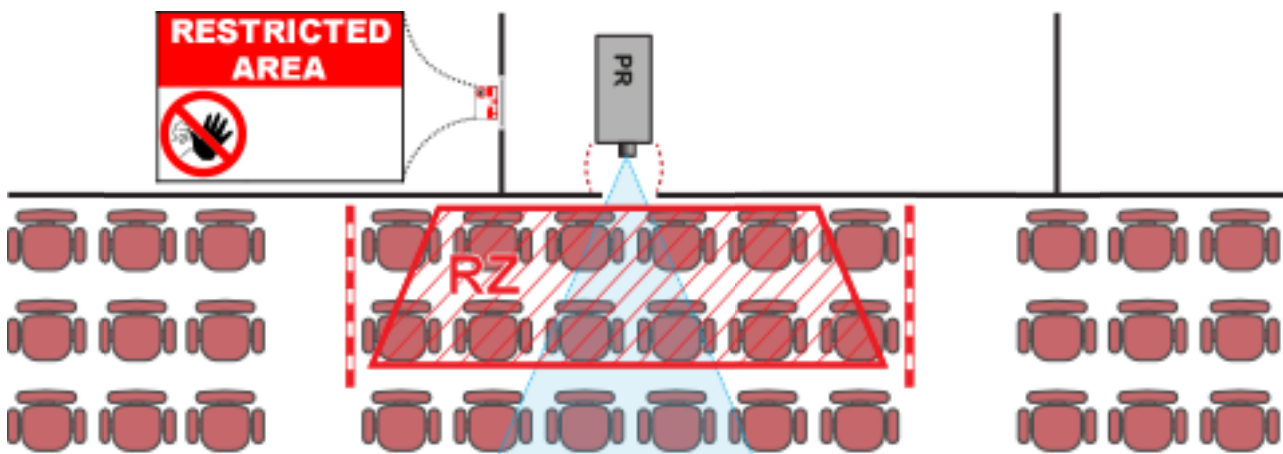

Abbildung 1-2
Abbildung 1-2 zeigt eine typische Einrichtung. Es muss verifiziert werden, dass diese Mindestanforderungen erfüllt sind. Ggf. muss eine Sperrzone (RZ) am Veranstaltungsort eingerichtet werden. Hierzu kann eine physische Absperrung, z. B. ein rotes Seil, wie in Abbildung 1-2 gezeigt verwendet werden.